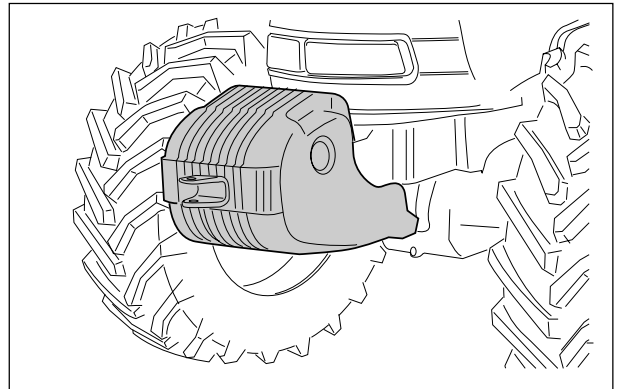

Abb. 2-26
- Zum Erhöhen der Stabilität beim Schleppen von schweren Lasten oder zum Ausgleich eines rückseitig montierten Ackerbaugeräts hohen Gewichts, frontale Ballastgewichte montieren (Abb. 2-26).